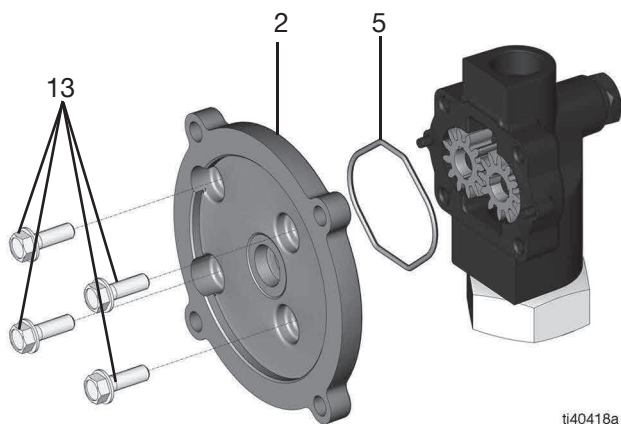

図 9
7. 1/2 インチ ソケットレンチを使用して、アダプタープレート (2) の 4 本のネジ (13) を取り外します (図 9)。
8. アダプタープレート (2) を取り外します (図 9)。
9. O リング (5) を取り外します (図 9)。
4. 4 本のネジ (13) をアダプタープレート (2) に通し、1/2 インチ ソケットレンチを使用して締めます (トルク 30 ft-ポンド、40.7 N•m) (図 9 を参照)。